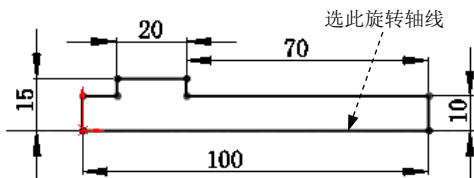
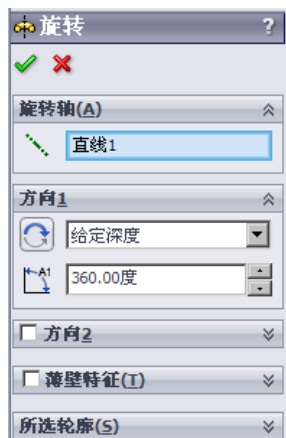

图 3.7.3 横断面草图
图 3.7.4 “旋转”对话框（二）
Step3. 定义特征的横断面草图。在系统 **选择一基准面来绘制特征横断面。** 的提示下，选取上视基准面作为草图基准面，进入草图绘制环境；绘制草图的大致轮廓，建立图 3.7.3 所示的几何约束和尺寸约束，修改并整理尺寸；选择下拉菜单 **插入(I)** → **退出草图** 命令，退出草图绘制环境。系统弹出图 3.7.4 所示的“旋转”对话框（二）。
Step4. 定义旋转轴线。选取图 3.7.3 所示的直线作为旋转轴线，此时“旋转”对话框中显示所选中心线的名称。
Step5. 定义旋转属性。在图 3.7.4 所示的“旋转”对话框的 **方向1** 区域的下拉列表中选择 **给定深度** 选项，采用系统默认的旋转方向；在 **方向1** 区域的  文本框中输入数值 360.00 度。